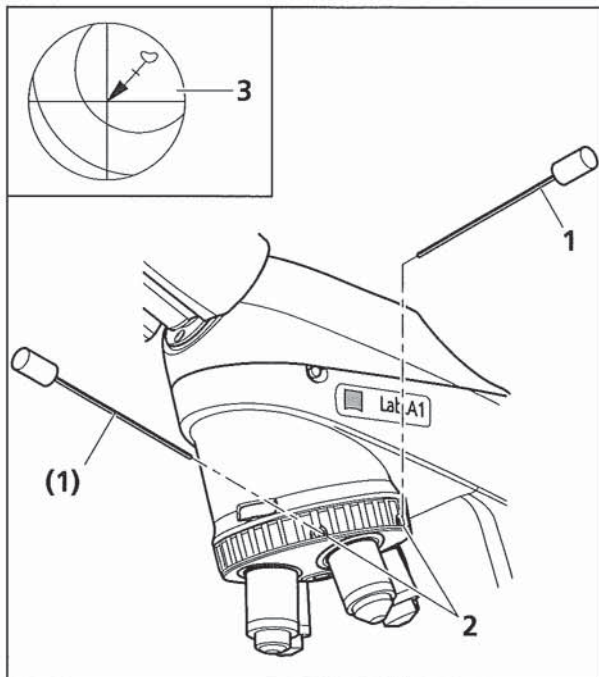

Bild 3-14 Objektive zentrieren
- Durch Drehen des Tisches maximale Präparatauslenkung (Bild 3-14/3, Pfeilanfang) zum Okularstrichkreuz ermitteln.
- Präparatdetail durch Verstellen der beiden Zentrierschrauben am Objektivrevolver (Bild 3-14/2) mit je einem Inbusschraubendreher SW 1,5 (Bild 3-14/1) um die halbe Pfeillänge in Richtung Strichkreuzmitte verschieben. Kontrollieren, ob bei erneuter Tischdrehung Präparatdetail auswandert, ggf. Zentriervorgang wiederholen.